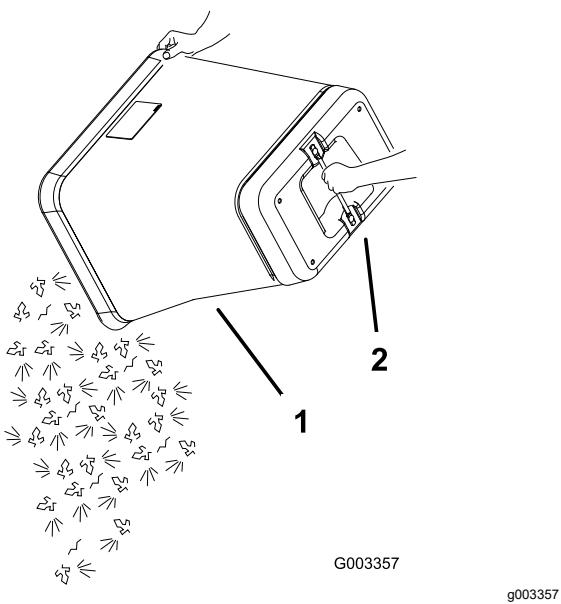

Figura 27
6. Afferrate la maniglia sotto il cesto e ribaltate il cesto per vuotarlo (**Figura 27**).